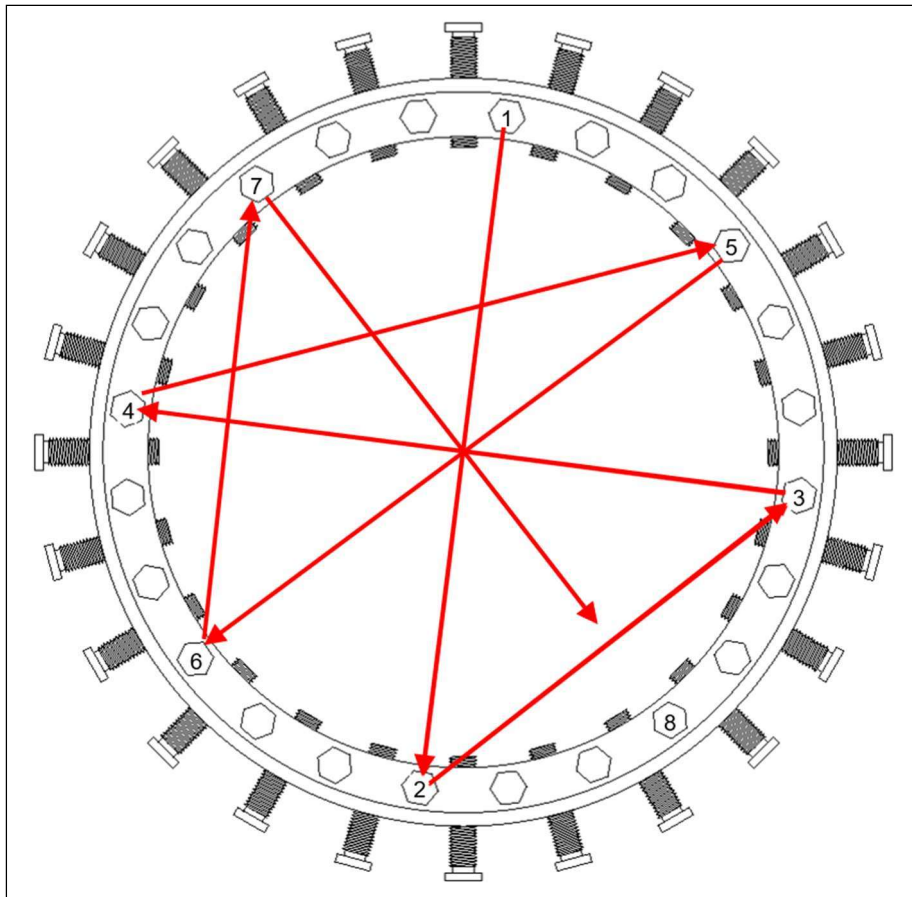
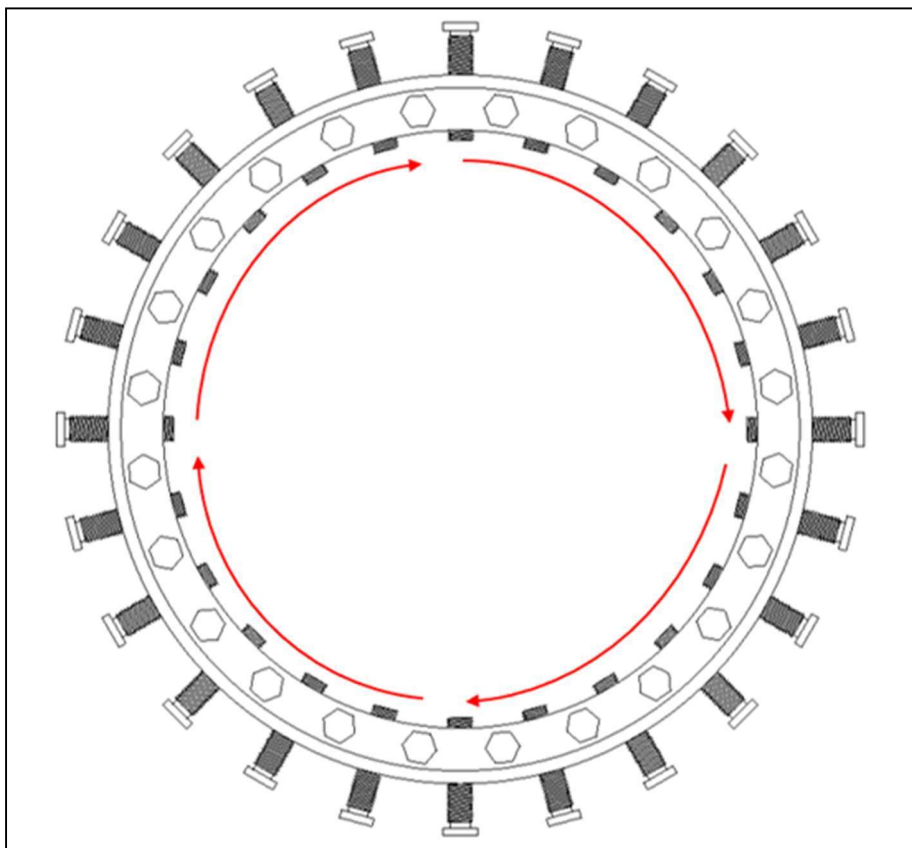

Figura 5
Figura 6
12. Apriete los tornillos de empuje uno a la vez en una secuencia repetida de estrella entrecruzada que coincida con la Figura 5. La primera vez a través de la secuencia, apriete los tornillos al 25% del par de apriete mínimo. La segunda vez, apriete los tornillos al 50% del par de apriete. La tercera vez, apriete los tornillos al 100% del par de apriete. A continuación, siga una secuencia de apriete circular que coincida con la Figura 6, con un par de apriete del 100%, hasta que los tornillos de empuje no puedan seguir girando. Una vez logrado esto, se puede apretar el siguiente juego de tornillos de empuje en el otro lado del acoplamiento soldable "PLIDCO Weld+Ends" utilizando este mismo procedimiento.